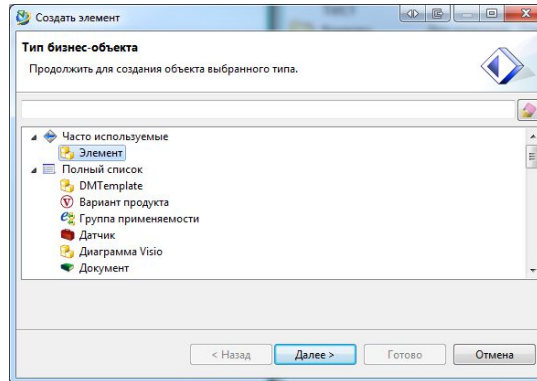

Рис. 12
3. В окне Создать элемент щелкнуть по объекту Элемент и на кнопку Далее (Рис.12)